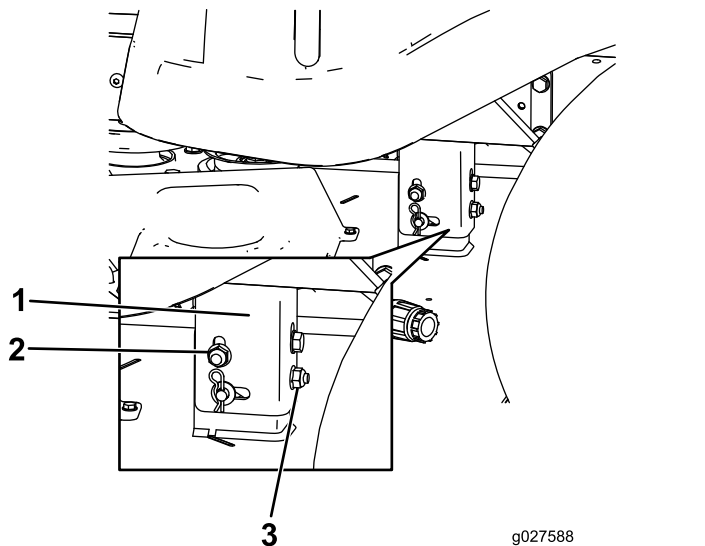

Figura 59
8. Eleve o baje el lado izquierdo de la carcasa de corte girando la tuerca trasera (Figura 59).
Nota: Gire la tuerca trasera en sentido horario para elevar la carcasa de corte; gire la tuerca trasera en sentido antihorario para bajar la carcasa de corte. (Figura 59).